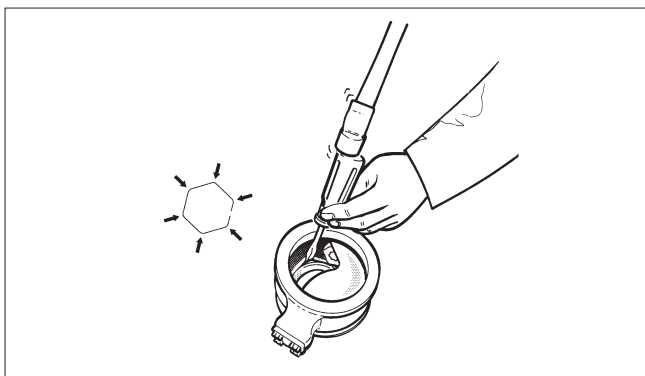
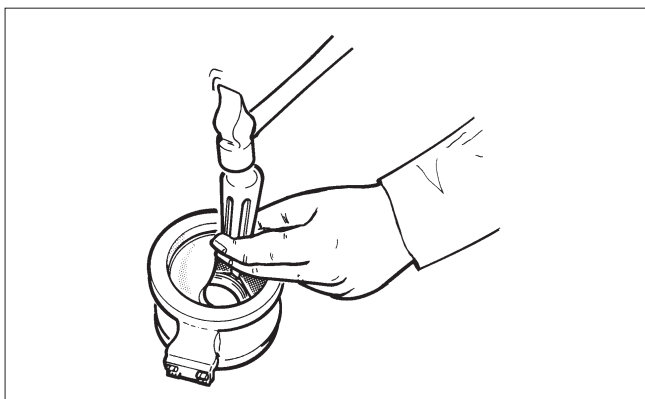

Abb. 30 Schlagen Sie die Feder in die Nut
Abb. 31 Schlagen Sie auf die Abkantungen, nachdem Sie den Sitz herum gedreht haben.
- Setzen Sie einen Schraubendreher an jedem sichtbaren Abkantungen nacheinander an und schlagen Sie die Feder in die Nut, siehe Abb. 30.
- Drehen Sie das Kugelsegment um 180° im Uhrzeigersinn und schlagen Sie die restlichen Abkantungen in die Nut, Abb. 31. Ein spezielles Werkzeug, erhältlich beim Hersteller, kann auch für die in Abb. 30 und 31 dargestellten Arbeitsschritte verwendet werden.